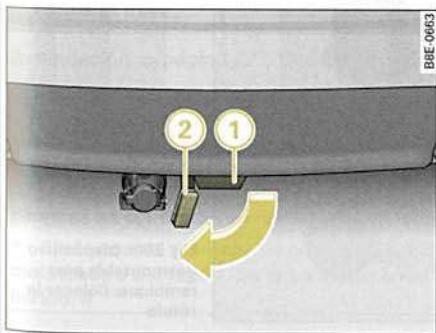

Fig. 196 Parachoques trasero: Abrir el tapón
- Extraiga hasta el tope final el tapón (2) ⇒ fig. 196 del tubo de enclavamiento (1) que se encuentra debajo del parachoques. El tapón encastra de un modo automático en el tope final.